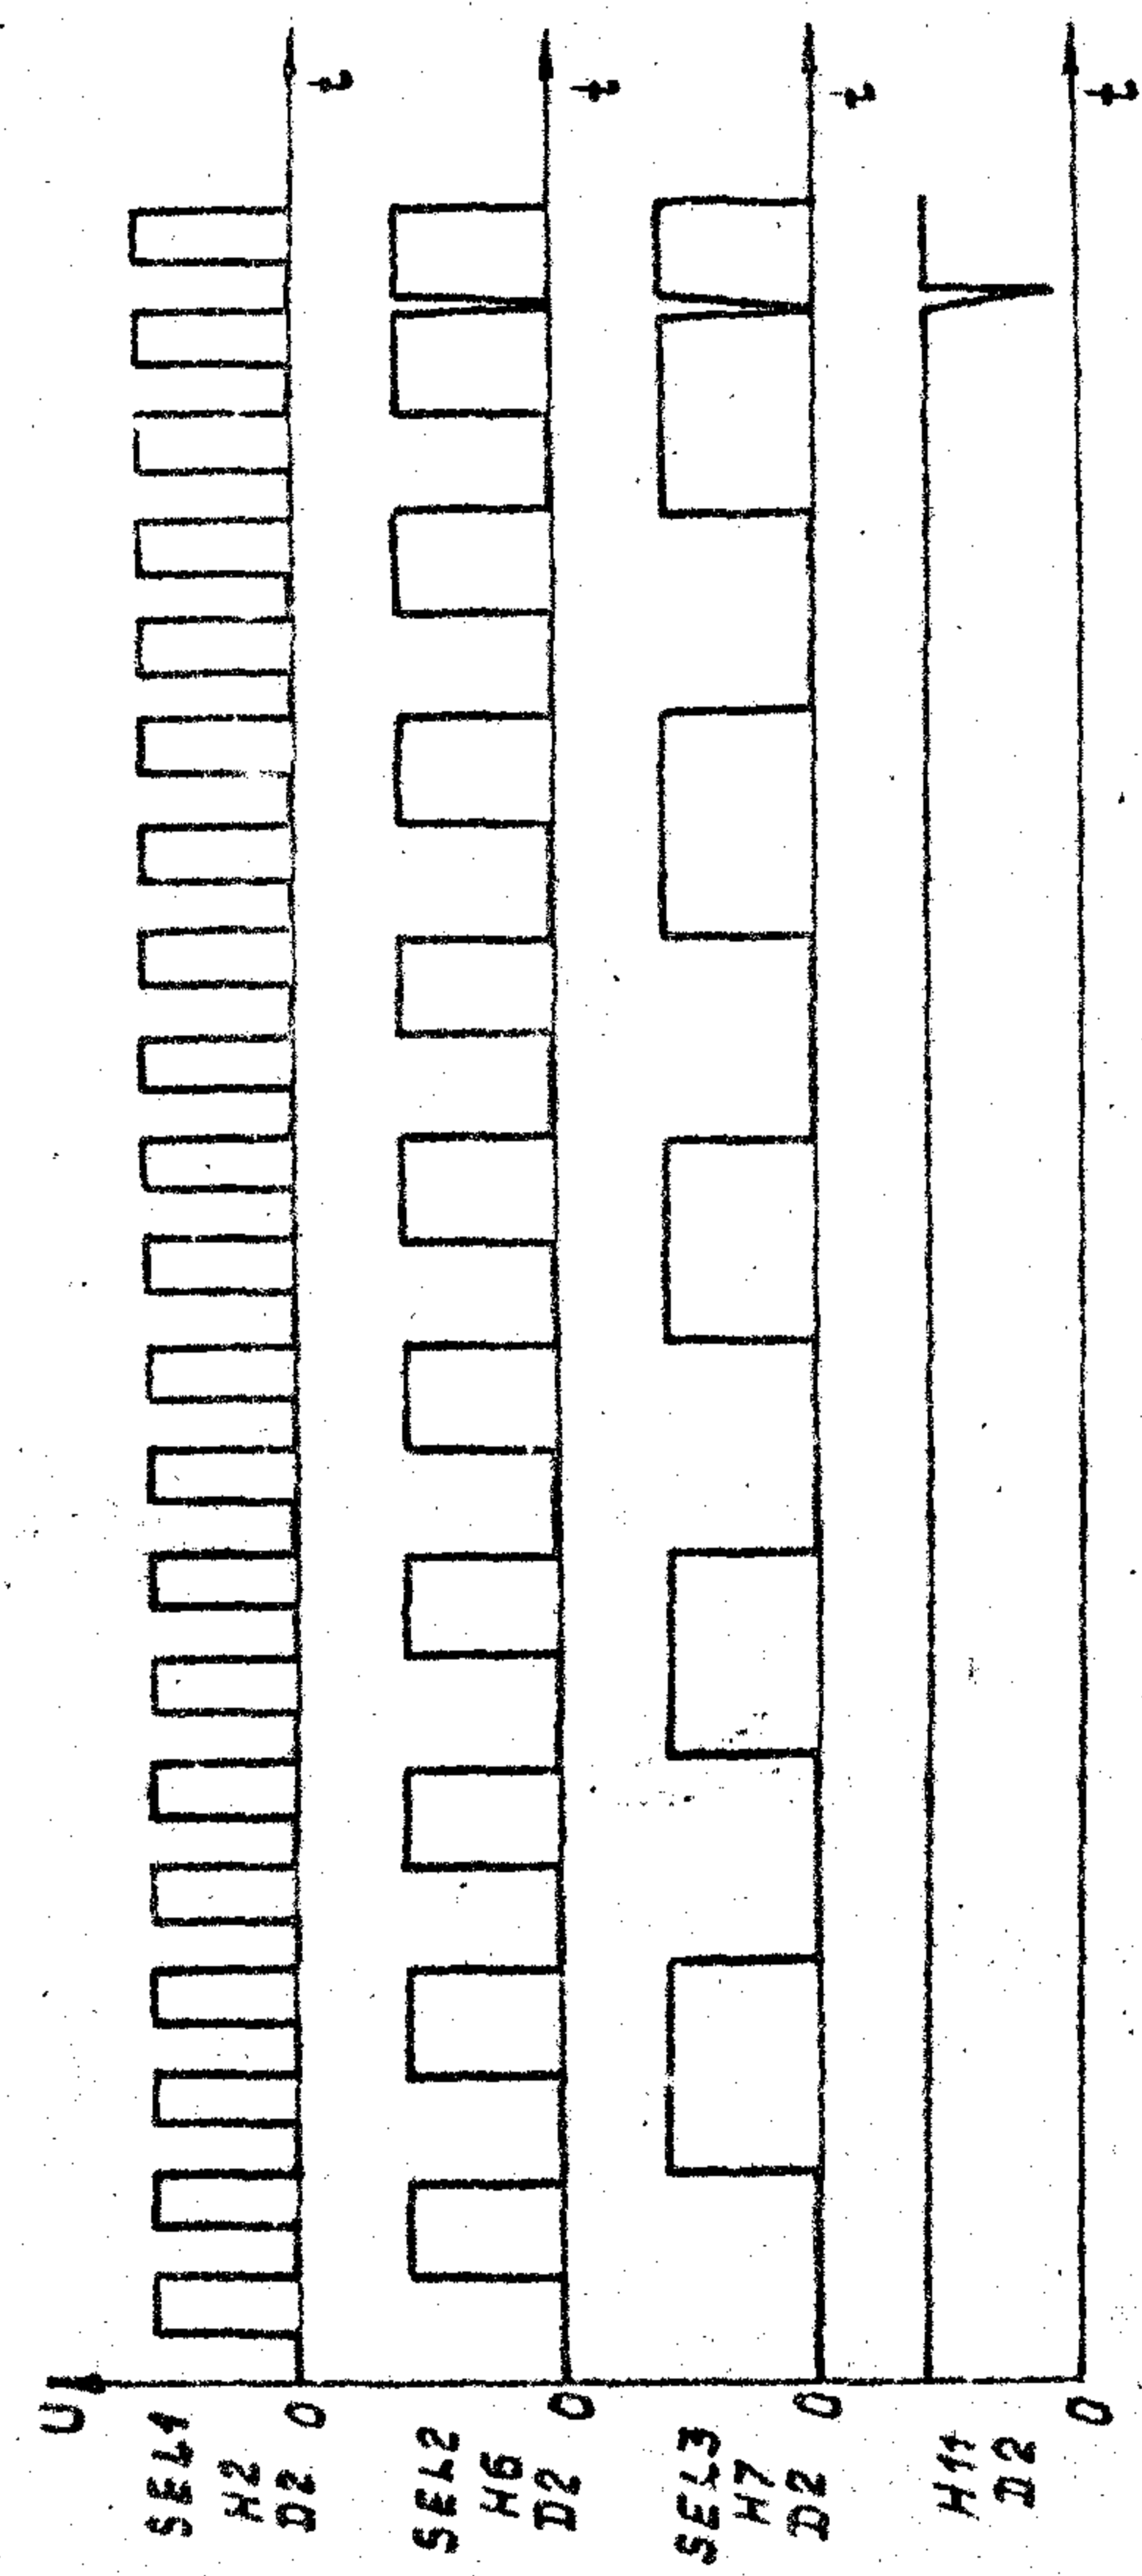

Рис.6.2
6.3.2. Счетчик $D2$ управляется импульсами частотой 1,54 МГц и является первой тетрадой счетчика символов в строке. На рис. 6.2 приведены временные диаграммы одного цикла, иллюстрирующие его работу.